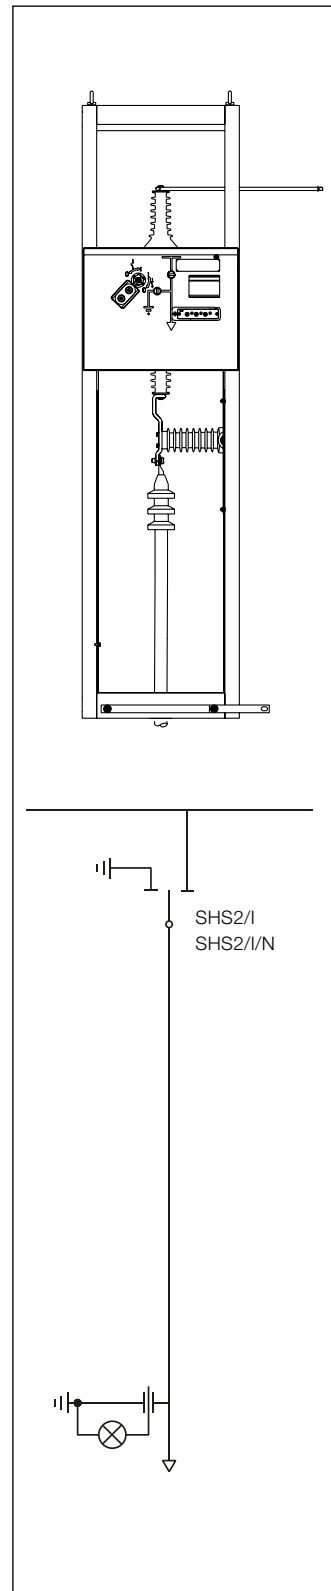

Fig. 3 - UniMix ASR
- **SHS2/I, SHS2/I/N:** sectionneur de ligne à trois positions avec commande manuelle à manœuvre dépendante. Normalement utilisé pour réaliser des compartiments arrivée/départ (Fig. 3).